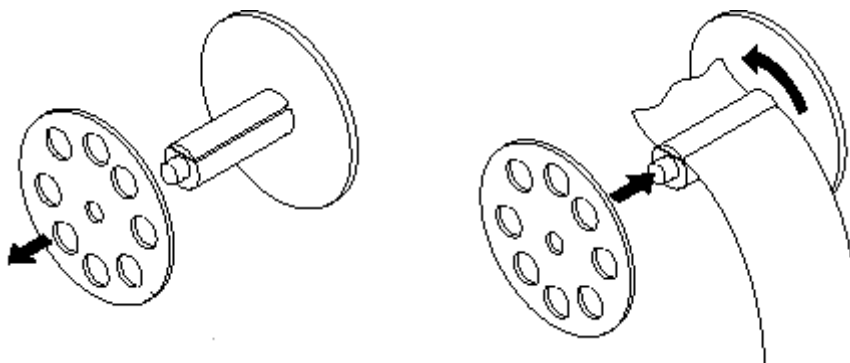

Рисунок 14 - Закріплення паперу на котушці - підмотчику
- край контрольної стрічки закріпіть на котушці – підмотчику (рисунок 14);